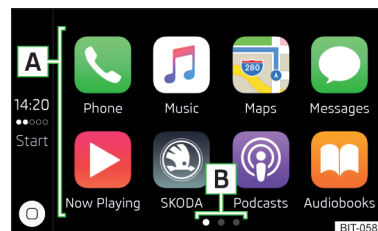

Fig. 220
- Seleccionar en el menú principal Apple CarPlay la aplicación deseada en el área **A** » fig. 220.